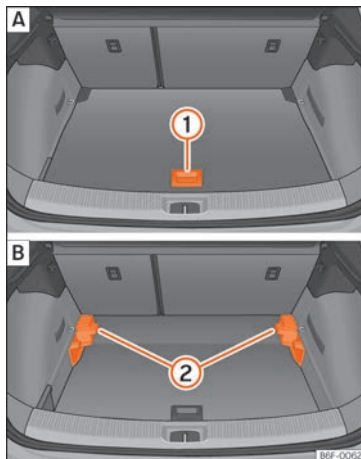

Fig. 111 Suelo variable del maletero: [A] posición alta; [B] posición baja.
- Para pasar de la posición baja a la alta, levante el piso por el asidero »» fig. 111 (1), tire de él hacia atrás hasta que la parte delantera del piso rebase totalmente los soportes (2).
- Haga desplazar sobre estos el piso hacia adelante hasta que haga tope en el respaldo de los asientos posteriores y, a continuación, baje el piso con el asidero (1).
- Para pasar de la posición alta a la baja, levante el piso por el asidero »» fig. 111 (1), tire de él hacia atrás hasta que la parte delantera del piso rebase totalmente los soportes (2).
- Deje caer la parte anterior contra el piso y empuje el piso hacia adelante hasta que haga tope en el respaldo de los asientos posteriores bajando al mismo tiempo el piso con el asidero (1).
- Con el suelo variable en posición alta, levántelo por el asidero » fig. 111 ①, tire de él y empuje hacia el respaldo de los asientos posteriores hasta que se doble por la línea de bisagra y la parte móvil del piso repose sobre el mismo.